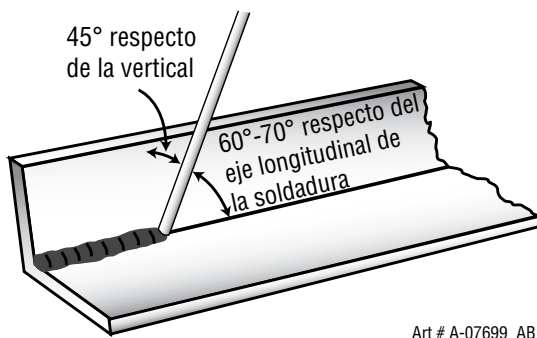
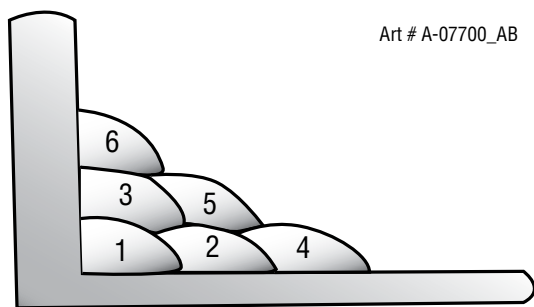

Figura 4-13: Posición del electrodo para soldadura de filete HV
Figura 4-14: Pasadas múltiples en una soldadura de filete HV
Un trozo de hierro ángulo es una pieza de prueba adecuada para comenzar; también se pueden usar dos pletinas de acero unidas con puntos de soldadura para formar un ángulo recto. Esto se conoce como una soldadura de filete horizontal-vertical (HV). Inicie el arco y posicione inmediatamente el electrodo perpendicular a la línea del filete y a unos 45° respecto de la vertical. Algunos electrodos requieren de una inclinación de unos 20° fuera de la perpendicular para evitar que la escoria fluya por delante de la soldadura. Consulte la figura 4-13. No intente realizar una soldadura de más de 6,4 mm de ancho con un electrodo de 3,2 mm pues, en caso contrario, el metal de soldadura tiende a escurrir hacia la base y formar socavación en el cateto vertical. Pueden realizarse varias pasadas como se muestra en la figura 4-14. No es aconsejable realizar soldaduras de filete HV con movimiento pendular.